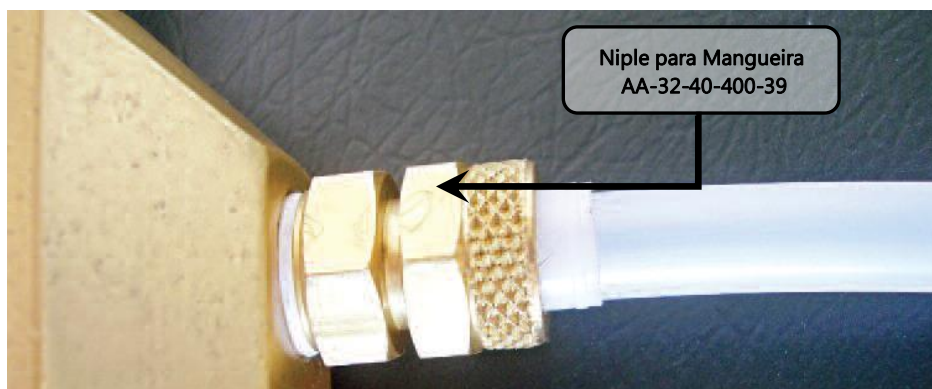
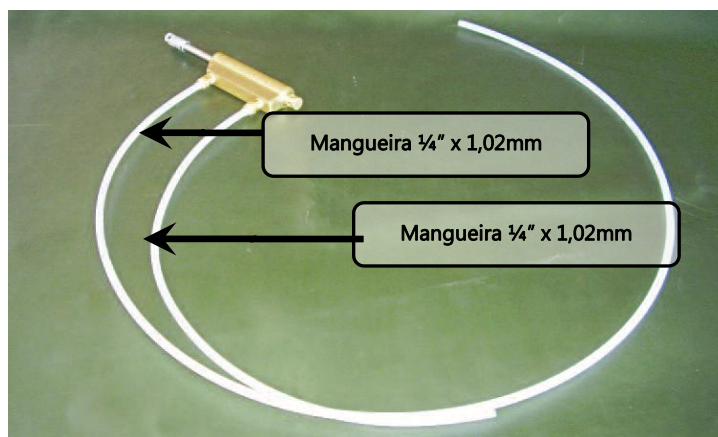

Figura 32.40.54 – Instalação da mangueira no terminal do atuador hidráulico.
Figura 32.40.55 – Atuador hidráulico e mangueiras.
1. Instalar a mangueira ¼" x 1,02mm no terminal do atuador hidráulico MC-4 mostrado na figura 32.40.55, ver detalhe do terminal na figura 32.40.54;
2. Instalar a mangueira ¼" x 1,02mm no terminal do atuador hidráulico mostrado na figura 32.40.55, ver detalhe do terminal na figura 32.40.54.